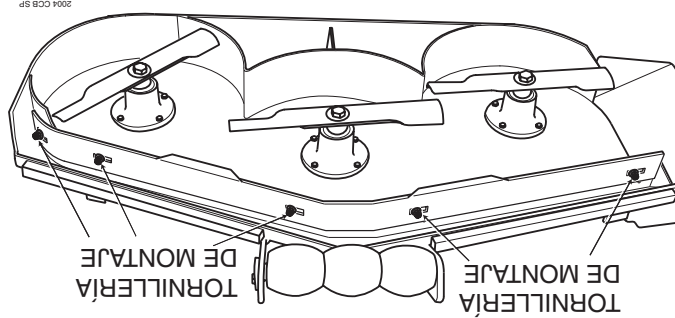

Figura 6-8. Deflector de corte personalizado
2. Quite los accesorios que aseguran el deflector de corte personalizado a la plataforma de corte. (Vea la Figura 6.8).